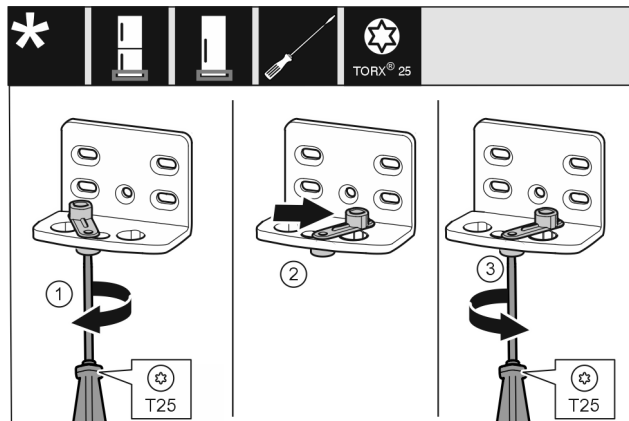

Fig. 18 *
- Lazán tekerje be a csavart Fig. 18 (1) csavarhúzóval.*
- Emelje meg az ajtó záródását segítő egységet Fig. 18 (2), és 90°-kal jobbra forgatva tekerje be a furatba.*
- Húzza meg a csavart Fig. 18 (3) csavarhúzóval.*